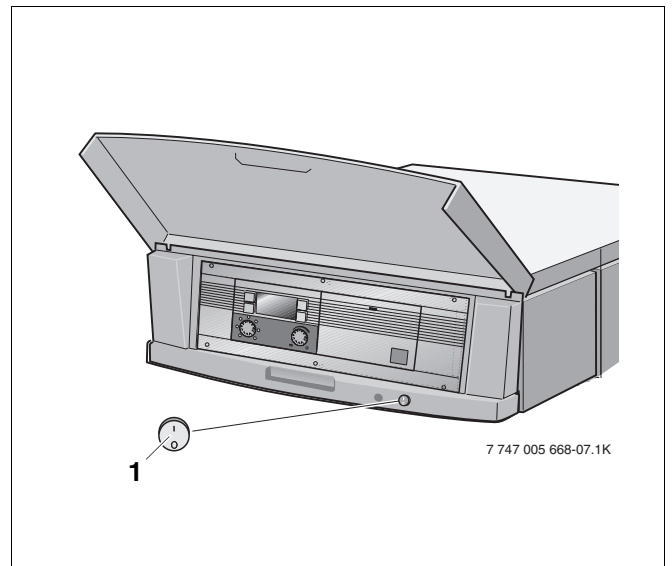

Abb. 33 Regelgerät
- Betriebsschalter (Abb. 33, **Pos. 1**) in Stellung „0“ (Aus) bringen.